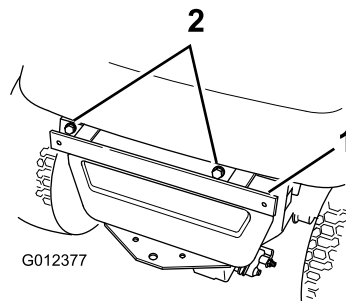

Bild 3
2. Befestigen Sie die obere Befestigungshalterung mit zwei Schrauben (5/16" x 1") und zwei Sicherungsmuttern (5/16") am Traktorheck (Bild 3).